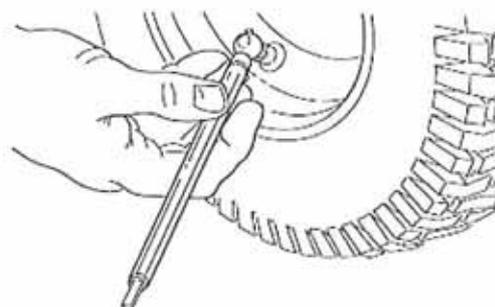

図7
1. 傷の有無を確認し、傷がある場合は販売店へお知らせ下さい。(図7)